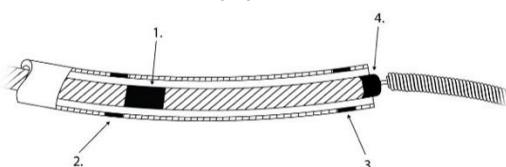

Abbildung 2 – Ausrichtung von Mikrokatheter und distaler Pusher-Spitze des Avenir Coil-Systems
27. Schieben Sie den Coil in die gewünschte Position vor, bis sich das proximale Ende der 3-cm-Markierung des Pushers neben dem distalen Ende der Mikrokatheter-Markierung befindet und diese ein „T“ bilden; siehe Abbildung 2. Durch diese Ausrichtung wird das proximale Ende des Coils gerade außerhalb des Mikrokatheters positioniert. Um das Risiko einer Aneurysma- oder Gefäßruptur zu minimieren, darf das Zuführsystem NICHT so weit vorgeschoben werden, dass das proximale Ende der 3-cm-Markierung des Pushers über das distale Ende der proximalen Mikrokatheter-Markierung hinausragt.